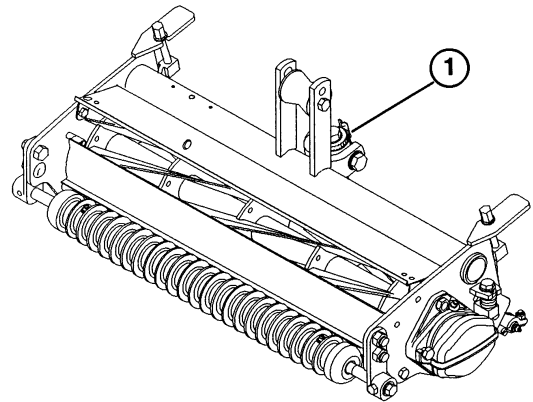

Fig. 1
KNIVPLATEN STILLES INN MED SYLINDEREN (Fig. 1 og 2)
2. Forviss deg om at knivplaten ikke berører sylindren ved å dreie knivplatens justeringsknapp mot urviserne (fig. 1).